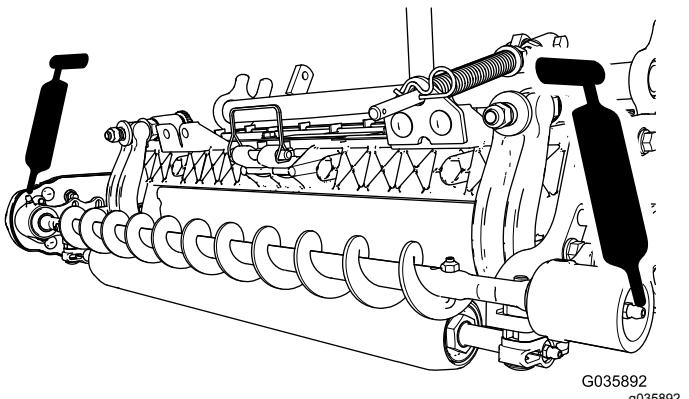

Figura 17
- Lubrificate i raccordi d'ingrassaggio su ogni alloggiamento del cuscinetto della spazzola per rullo utilizzando grasso a base di litio n. 2 (Figura 17).